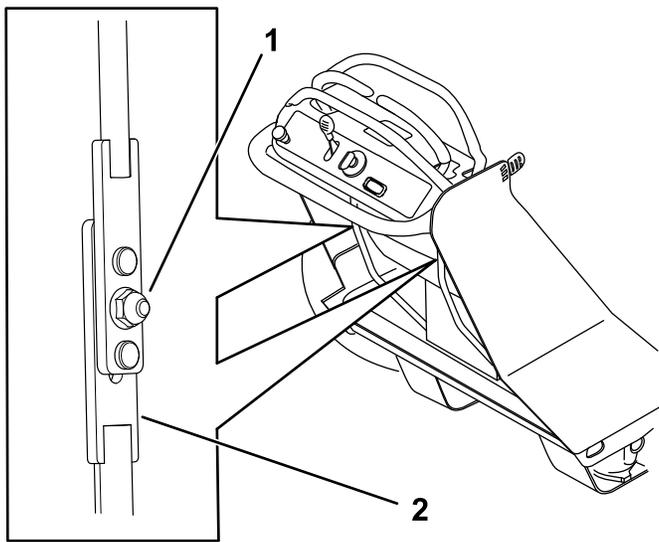

図 45
4. コントロールロッドアセンブリのナットをゆるめる 図 45。
6. 下側コントロールロッドを上下させてニュートラル位置を探す 図 45。
7. ナットを締めつける 図 45。
3. 図 45 の調整ねじを使って、レバーの速度を増減する。